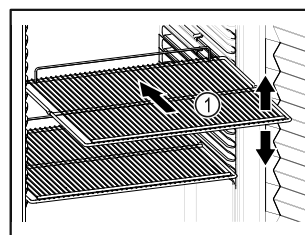

Fig. 82 Représentation à titre d'exemple
- ❑ Lorsque les grilles de support *Fig. 82 (1)* peuvent être déplacées, changez leur position en fonction de la hauteur des aliments.